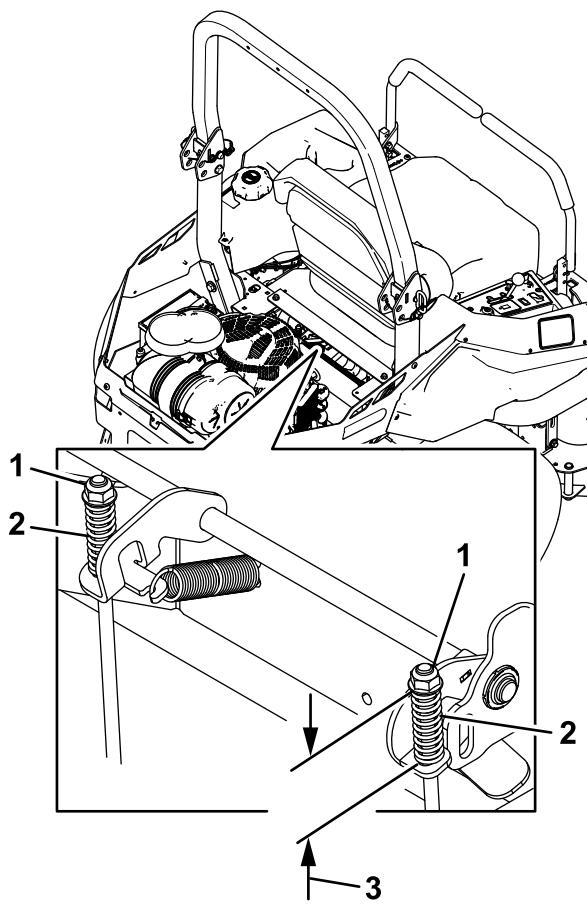

**Figure 62**
6. Si un réglage est nécessaire, desserrez le frein de stationnement : Retirez la goupille fendue de l'axe de la tringlerie de frein (Figure 62).